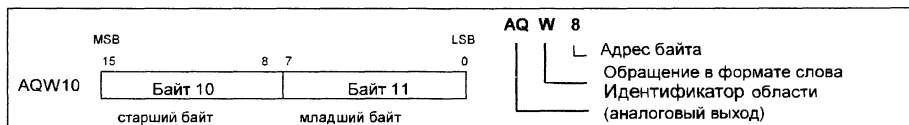

Рис. 3.7
3.1.12. Адресация аналоговых выходов (AQ)
S7-200 преобразует цифровые значения с разрядностью слова (16 битов) в ток или напряжение пропорционально цифровому значению. Обращение к этим значениям производится через идентификатор области (AQ), размер данных (W) и начальный адрес байта. Так как в случае аналоговых выходов речь идет о словах, всегда начинающихся с четного байта (следовательно, с байта 0, 2, 4 и т.д.), то обращение к ним производится с использованием адресов четных байтов (например, AQW0, AQW2, AQW4) (рис.3.7). Программа не может считывать значения аналоговых выходов.